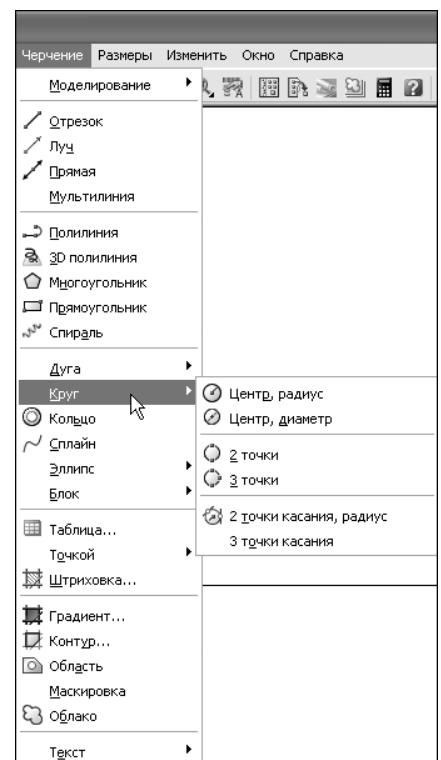

Рис. 5.16 ▼ Подменю **Чертение** ⇒ **Круг** (Draw ⇒ Circle) содержит 6 команд, соответствующих различным режимам использования команды **круг** (CIRCLE)
2. Выберите из меню команду **Чертение** ⇒ **Круг** (Draw ⇒ Circle). В открывшемся меню (рис. 5.16) представлены шесть команд, соответствующих различным режимам применения инструмента **Круг** (Circle) для построения окружностей. Первые два режима позволяют построить окружность по заданному центру и радиусу или диаметру. Следующие два – по двум или трем точкам. И, наконец, последние два режима основаны на использовании при построении окружности касательных и значения радиуса или только касательных.